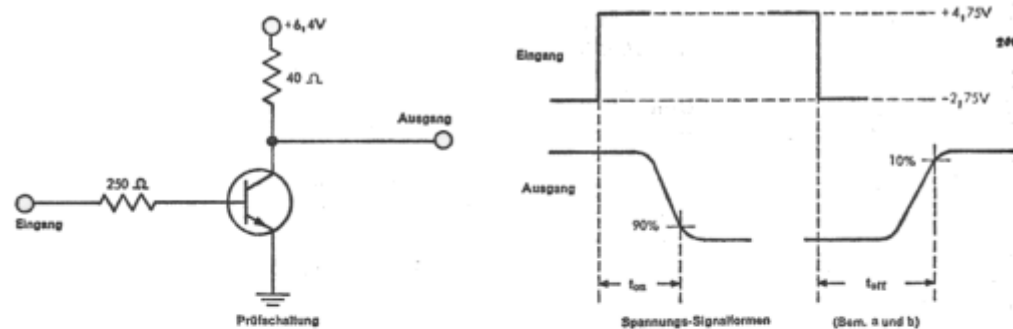

Bild 1 – Schaltkreis für Ein- und Ausschaltzeiten (gesättigt)
- Die Eingangs-Signalförm (Bild 1) hat folgende Werte: $t_r \leq 1$ ns, Impulsbreite ≥ 300 ns.